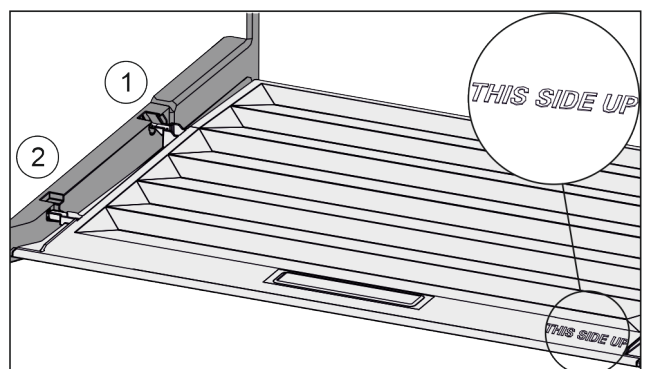

Fig. 150
- ▶ Пъхнете шийките на капака през отвора в задния държач *Fig. 150 (1)* и фиксирайте отпред в държача *Fig. 150 (2)*.